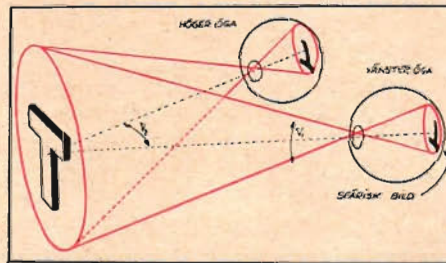

Fig. 1
Det gäller således att söka åstadkomma impulser som motsvarar de verkliga så mycket som möjligt. Vad bildåtergivningen beträffar så skiljer sig denna ännu från ögats på ett väsentligt sätt, nämligen bildvinkeln, dvs. den vinkel som bildfältet upptar. Fig. 1 visar ett ögonpar som betraktar ett föremål (T). Bildfältet är den röda cirkeln runt föremålet och ett konformat knippe passerar genom ögonens linser och ger upphov till en bild på näthinnan. Konernas (en för varje öga) spetsvinkel benämns bildvinkel och är betecknad med  $V_1$  i figuren. Hos vanlig kameraoptik är denna vinkel i vanliga fall